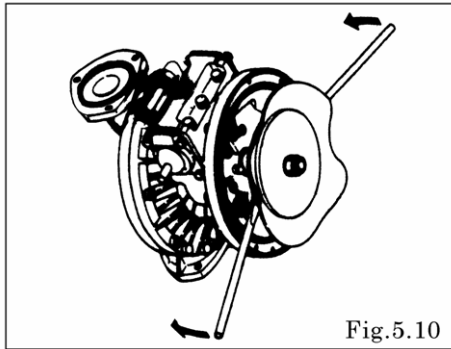

Fig.5.10
- Tome el disco central interior utilizando las palancas y desplácelo hacia el lado opuesto, luego dé vuelta el diafragma. (excluidos los tipos B\_H, B\_S) [Fig. 5.10, 5.11]